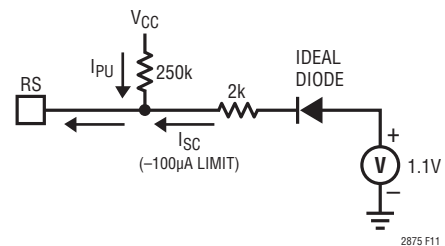

図11. RSピンの等価回路
1.1V未満の電圧が加えられると、RSピンのスルー・レート制御回路がアクティブになります。RSピンは、2k Ω の直列抵抗、 $-100\mu A$ の電流適合性制限、および V_{CC} に接続される250k Ω のプルアップ抵抗を備えた、1.1Vの電圧源として近似的にモデル化することができます(図11)。RSの電圧が低